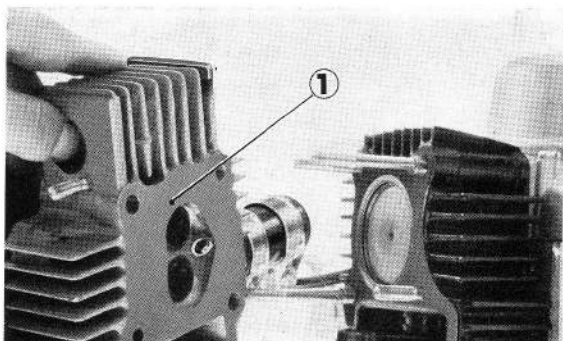

Figure 2-8 : ① culasse
5. Dévisser les 4 écrous de 6 mm et la vis de 6 mm, puis séparer la culasse du cylindre (figure 2-8).